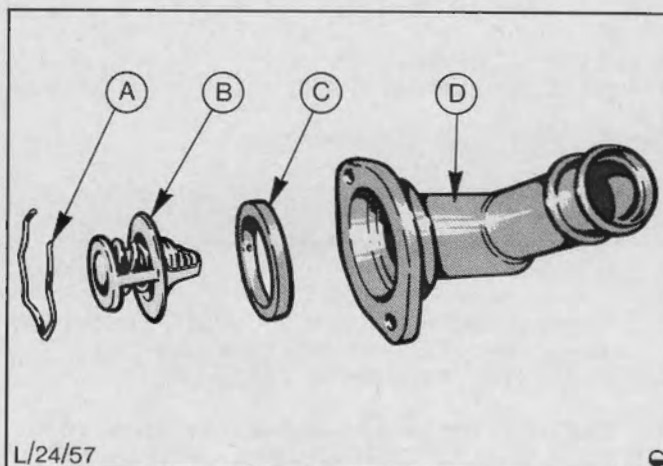

Fig.42. Montering af termostat
6. Monter tætningsringen, termostaten og holdeklemmen i huset, Fig.42. Forinden kontrolleres tætningsringen for deformation, revner etc. og udskiftes om nødvendigt.